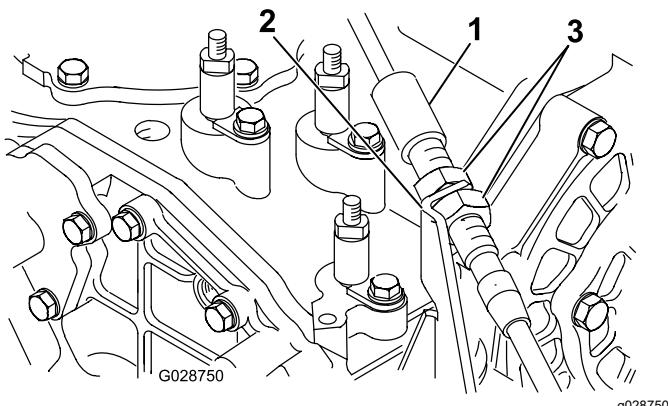

Figure 11
- 4. Faites passer le câble le long des câbles existants jusqu'au support de câble qui est monté dans l'angle avant gauche de la boîte-pont (Figure 11).